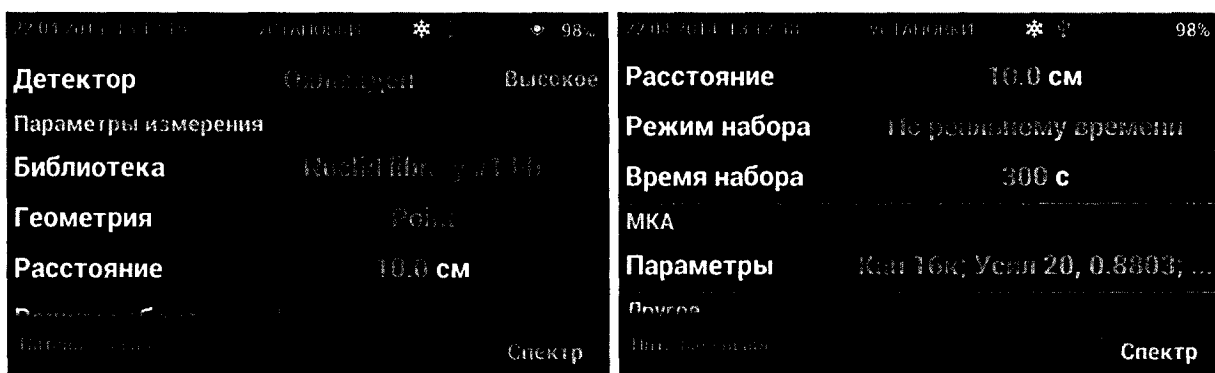

Рис. 18. Меню установок.
- дождитесь появления на экране дисплея меню установок (см. Рис. 18).